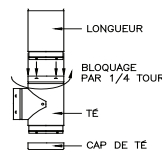

Fig. 2
- Pour débuter l'assemblage du conduit de tubage, fixer le té à la première longueur. Pour ce faire, insérer le coupleur mâle de la longueur vers le bas dans le coupleur femelle du té. Bloquer par rotation d'un quart (1/4) de tour. (fig.2). Fixer le couvercle du té à la base du té.
2. Fixer le té à la première longueur. Pour ce faire, insérer le coupleur mâle de la longueur vers le bas dans le coupleur femelle du té (fig. 2 page 5).